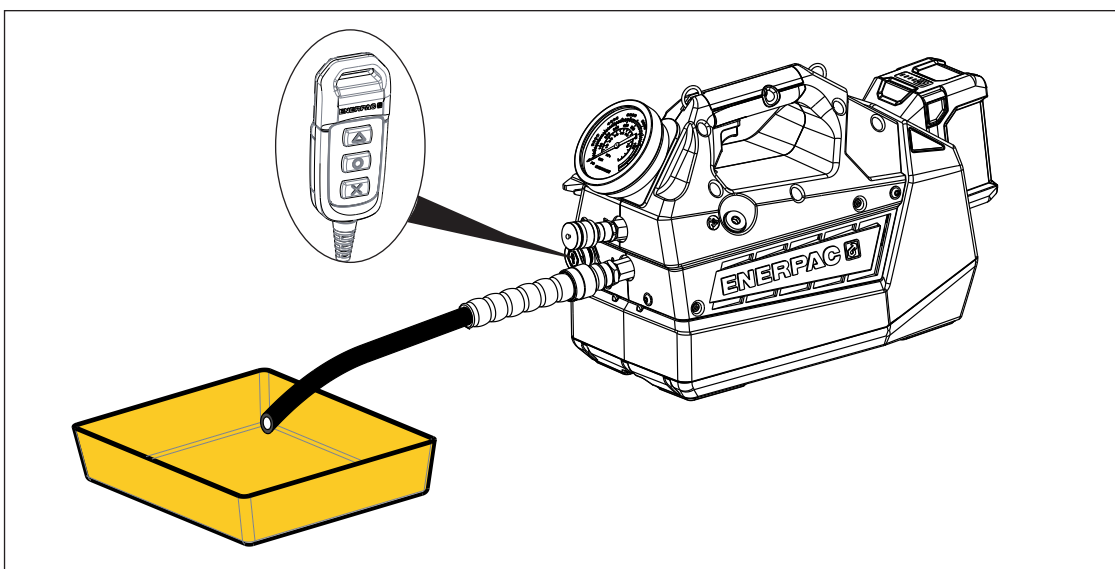

图 14: 排空液压油箱
- 将液压泵放置于水平的工作表面之上。确保将液压泵电源开关切至 OFF (O) 位置。
- 将一个开口软管连接至液压泵“A”端口。将软管的开口端连接至一个恰当的足以容纳所有废油的平底锅或容器中。请见图 14。